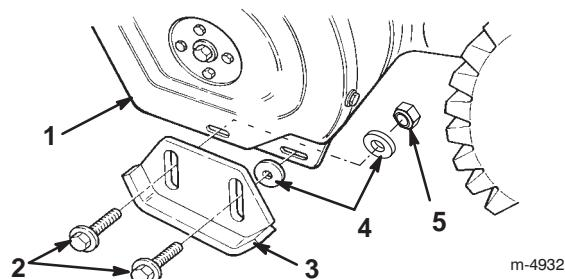

Figure 10
3. Enlevez les deux boulons à embase et rondelles plates qui fixent chaque extrémité de la lame racleuse aux plaques latérales (Fig. 10).
1. Plaque latérale (2)	4. Rondelles plates (4)
2. Boulons à embase (4)	5. Contre-écrou (2)
3. Patin (2)
5. Introduisez une rondelle *entre chaque patin et plaque latérale* (Fig. 10). Ne serrez pas les boulons.
7. Introduisez une rondelle et un contre-écrou *derrière* (*à l'intérieur de*) la plaque latérale (Fig. 10). Ne serrez pas les boulons.